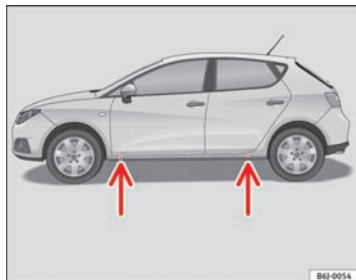

Fig. 138 Løftepunkter til donkraften
- Find det løftepunkt på panelet, der er tættest på det hjul, der skal skiftes ⇒ Fig. 138.
Panelet er trykket lidt ind forrest og bagest, der hvor donkraften må sættes på ⇒ Fig. 138. Der er et sted for hvert hjul. Donkraften må ikke sættes på andre steder.